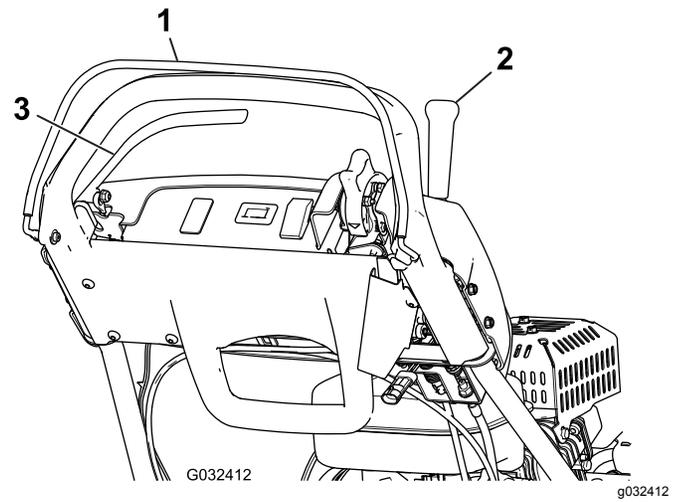

Рисунок 31
3. Попробуйте привести в действие рычаг тяги при ненажатом механизме контроля присутствия оператора (**Рисунок 31**). Рычаг тяги не должен включаться. Если рычаг тяги включается, то система блокировки нуждается в ремонте. Устраните неисправность перед началом работы; см. Обслуживание блокировочного переключателя тяги \(страница 37\).
4. При нажатом механизме КПО и включенном рычаге тяги отпустите КПО (**Рисунок 31**). Рычаг тяги должен отключиться. Если рычаг тяги не отключается, то система блокировки нуждается в ремонте. Устраните неисправность перед началом работы; см. Обслуживание блокировочного переключателя тяги \(страница 37\).
5. При нажатом механизме КПО и передвинутом влево рычаге переключения передач включите приводы барабана и тяги и отпустите механизм КПО (**Рисунок 31**). Рычаг тяги должен отключиться. Если рычаг тяги не отключается, то система блокировки нуждается в ремонте. Устраните неисправность перед началом работы.; См. Обслуживание блокировочного переключателя тяги \(страница 37\) или Регулировка управления барабаном \(страница 40\).
6. При нажатом механизме КПО и передвинутом влево рычаге переключения передач включите приводы барабана и тяги, переведите рычаг переключения передач вправо для отключения привода барабана (**Рисунок 31**). Привод тяги должен отключиться. Если рычаг тяги не отключается, система блокировки нуждается в ремонте. Устраните неисправность перед началом работы. См. Регулировка управления барабаном \(страница 40\)
2. При нажатом механизме КПО включите рычаг тяги и приведите органы управления двигателем в положение запуска (Рисунок 31). Попробуйте запустить двигатель. Двигатель не должен запускаться. Если двигатель запускается, то блокировочный выключатель нуждается в ремонте. Устраните неполадку перед эксплуатацией. См. Обслуживание блокировочного переключателя тяги \(страница 37\)
2. При выключенном рычаге тяги, включенном рабочем тормозе и установленных в положение запуска органах управления двигателем (Рисунок 31) попробуйте запустить двигатель. Двигатель должен запуститься. Если двигатель не запускается, то блокировочный выключатель нуждается в ремонте. Устраните неисправность до начала работы на машине; см. Обслуживание блокировочного выключателя тормоза \(страница 37\).
3. При работающем двигателе включите рабочий (но не стояночный) тормоз, нажмите механизм контроля присутствия оператора (КПО) и включите рычаг тяги (Рисунок 31). Двигатель должен работать, преодолевая сопротивление тормоза, но не должен глохнуть. Если двигатель сразу же заглох, блокировочный выключатель нуждается в ремонте. Устраните неисправность до начала работы на машине; см. Обслуживание блокировочного выключателя тормоза \(страница 37\).
4. При работающем двигателе затяните фиксатор стояночного тормоза, нажмите механизм контроля присутствия оператора и включите рычаг тяги (Рисунок 31). Двигатель следует заглушить. Если двигатель не глохнет, блокировочный